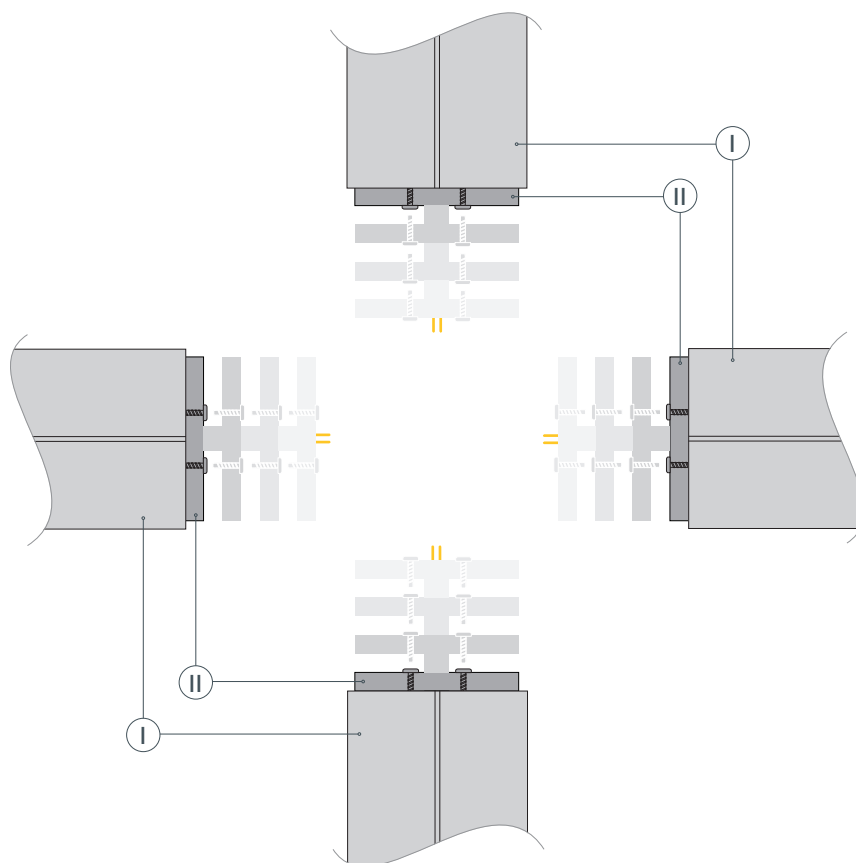

Рис. 10. Установка втулки соединителя ② на профиль ①. Вид сверху
- 1 / Установите на профиль ① втулку из комплекта соединителя профиля ②. Протяните через отверстия во втулке ② кабели питания светодиодных лент. Зафиксируйте втулку ② на профиле ① при помощи коротких комплектных болтов, как показано на рис. 10. Повторите эти действия с другим профилем ①.